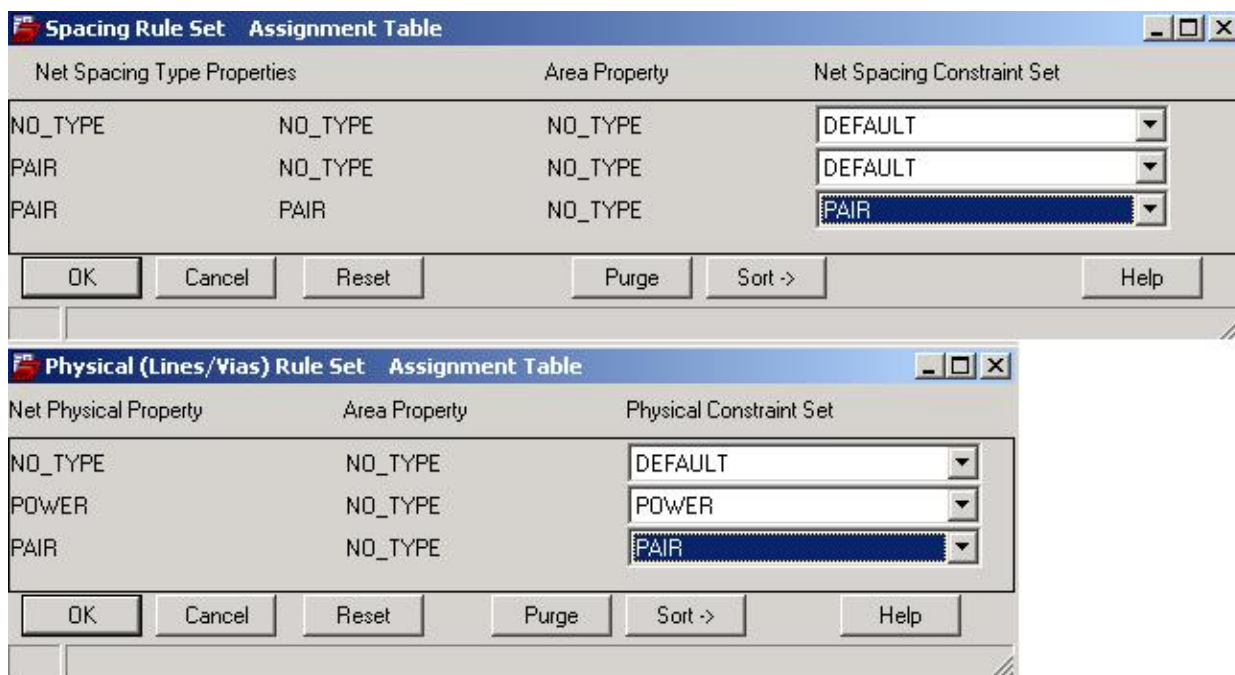

图 3.15 约束管理器的 Assignment table 设置完成窗口
2. 选择命令 **Edit=>Z-Copy**，参数照下图 3.15 设置：